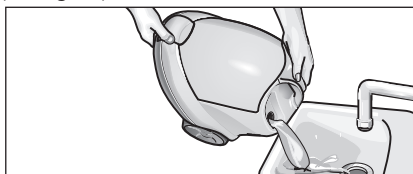

Fig. 12: Enxaguar a caldeira
- Encha a caldeira com água e agite-a com força (para soltar os resíduos de calcário que se tenham depositado no fundo da caldeira) A seguir despeje a água, inclinando o aparelho para o canto com a tremonha de enchimento (ver fig 12).
- Despeje totalmente a água residual da caldeira (ver fig. 12).